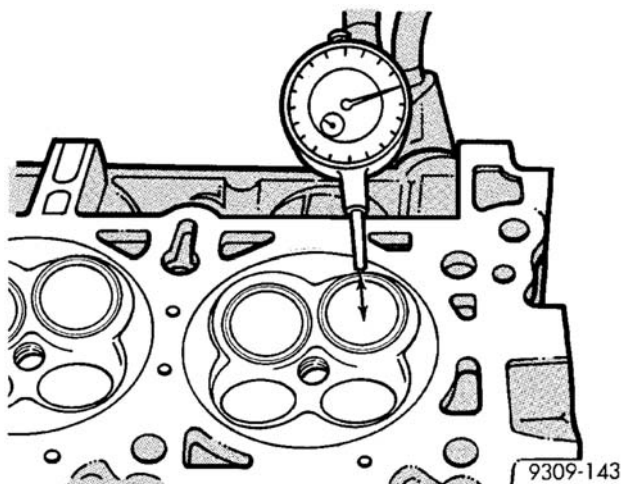

图 34 测量气门导杆磨损-典型
(1) 用合适的导管清洁剂从气门导管上去除碳和漆膜状沉积物。
(2) 测量气门杆-至-导杆间隙如下：
(3) 将气门安装到气缸盖上，使其离开气门座 15mm (0.590inch.)。可能需要使用一根小软管将气门固定在位。
(4) 将工具 C-3339 的针盘表固定在气缸盖上，并将针盘表调整成位于受测气门杆的左角位置（图 34）。
(5) 将气门移往及移离针盘表。关于间隙规格（参见 9-发动机-规格）。